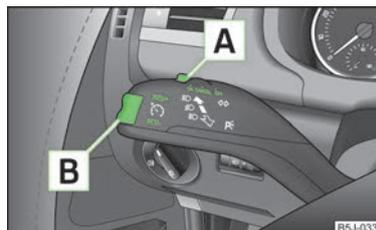

Abb. 84
- Den Schalter **A** » Abb. 84 in Stellung **ON** drücken.
- Die Wippe [B] » Abb. 84 auf Seite 86 » Seite 86 in der Position **RES** drücken.
- Die gespeicherte Geschwindigkeit kann durch Drücken der Wippe [B] » Abb. 84 auf Seite 86 in der Position **SET** verringert werden.
Die Geschwindigkeitsregelanlage wird **vorübergehend abgeschaltet**, indem der Schalter [A] » Abb. 84 auf Seite 86 in die gefederte Position **CANCEL** bzw. auch das Brems- oder Kupplungspedal gedrückt wird.
- Den Schalter [A] » Abb. 84 auf Seite 86 nach rechts in Stellung **OFF** drücken.